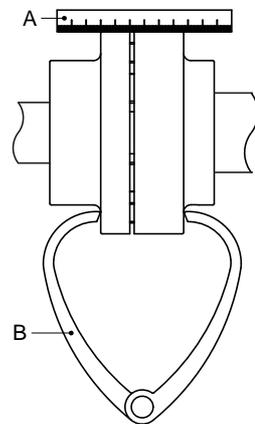

Рисунок 4: Совмещение муфты при помощи линейки и пары кронциркулей
- 1 Поместите линейку (А) на муфту. Вставьте или снимите столько медных шайб, сколько необходимо, чтобы установить электродвигатель на нужную высоту таким образом, чтобы прямая кромка касалась обеих полумуфт по всей длине, см. рисунок 4.
- 3 Еще раз проверьте совмещение при помощи пары кронциркулей (В) в 2 диаметрально противоположных точках по бокам полумуфт, см. рисунок 4.